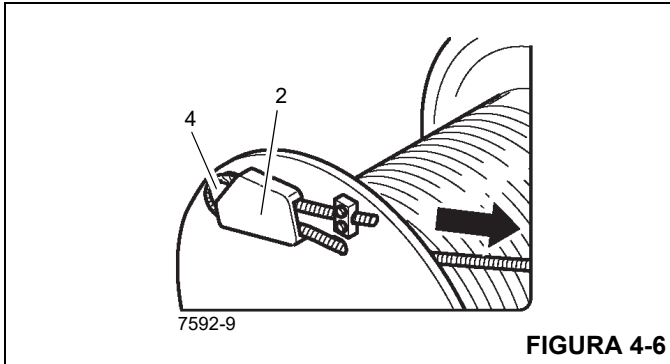

FIGURA 4-6
- Empurre o cabo de volta até que a cunha do cabo (4) (Figura 4-6) esteja totalmente no terminal (2) (Figura 4-6).
- Certifique-se de que a cunha do cabo (4) (Figura 4-6), o laço e a extremidade do cabo não se sobressaiam além da roda flangeada. Isso evitará danos.